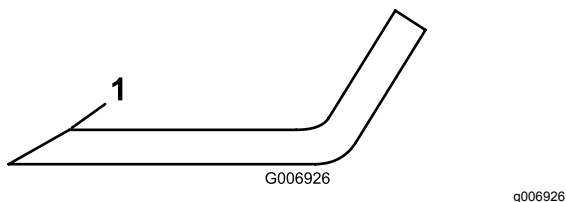

Рисунок 72
4. Осмотрите режущие кромки всех ножей; заточите их, если они затупились или имеют зазубрины; чтобы ножи были острыми, затачивайте только верхнюю сторону режущей кромки и сохраняйте первоначальный угол заточки (**Рисунок 72**).